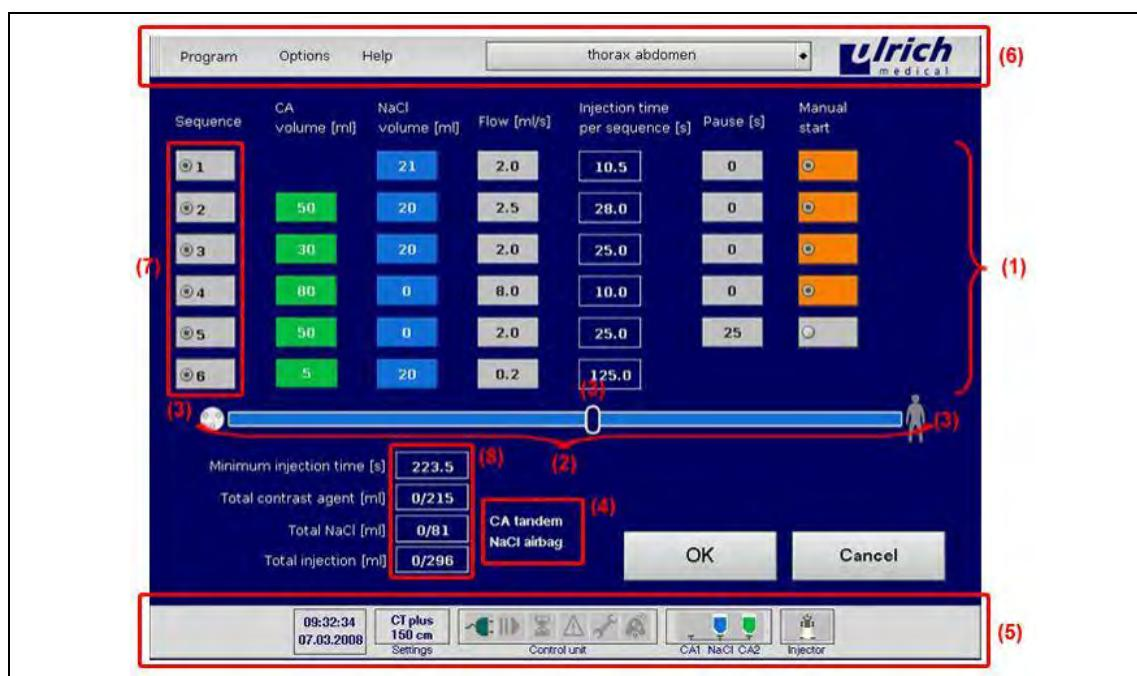

Рис. 23: Пользовательская оболочка сенсорного терминала
Панель меню находится в верхней части экрана (см. Рис. 23, стр. 39, № 6).
см. Рис. 23, стр. 39, № 2
см. Рис. 23, стр. 39, № 8
В нижней части сенсорного терминала (см. Рис. 23, стр. 39, № 5) находится панель символов состояния для постоянного информирования пользователя о режиме работы инжектора.
1. Выбрать последовательно в панели меню **Options > Settings > Operating Mode** (Опции > Настройки > Режим работы (см. Рис. 23, стр. 39, № 6).